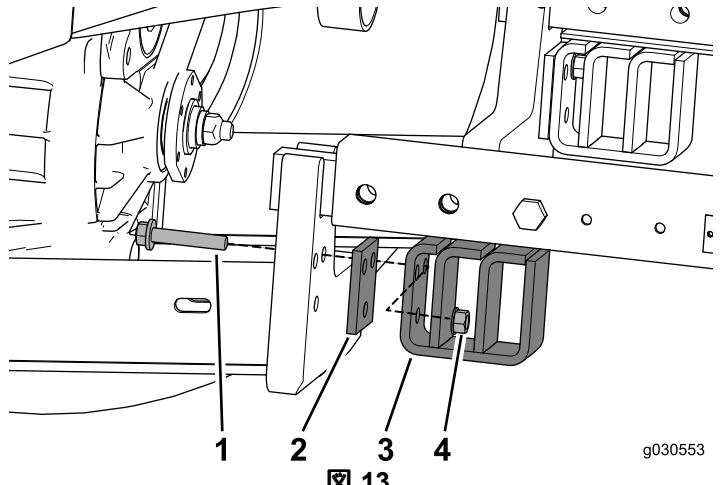

図 13
5. リアクレードルを昇降アームに取り付けるボルト $3/8 \times 2$ インチ3本、クレードルスペーサ、フランジナットを使用する図13。